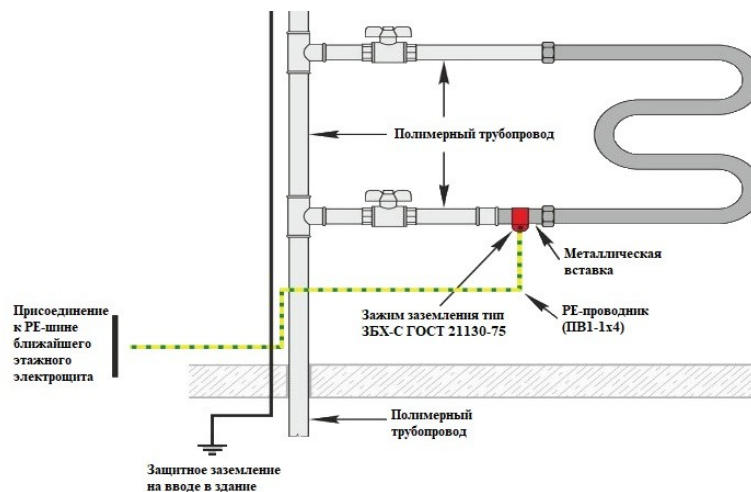

Рис. 4.
2. Если стояк и отводы полностью из полимерных труб, требуется установка металлической вставки (например, бочонок или ниппель соответствующего трубного диаметра) между шаровым краном и непосредственным присоединением полотенцесушителя. На вставку установить зажим заземления и медным проводом сечения 4 мм² соединиться с заземляющей РЕ-шиной ближайшего электрощита (Рис. 4).